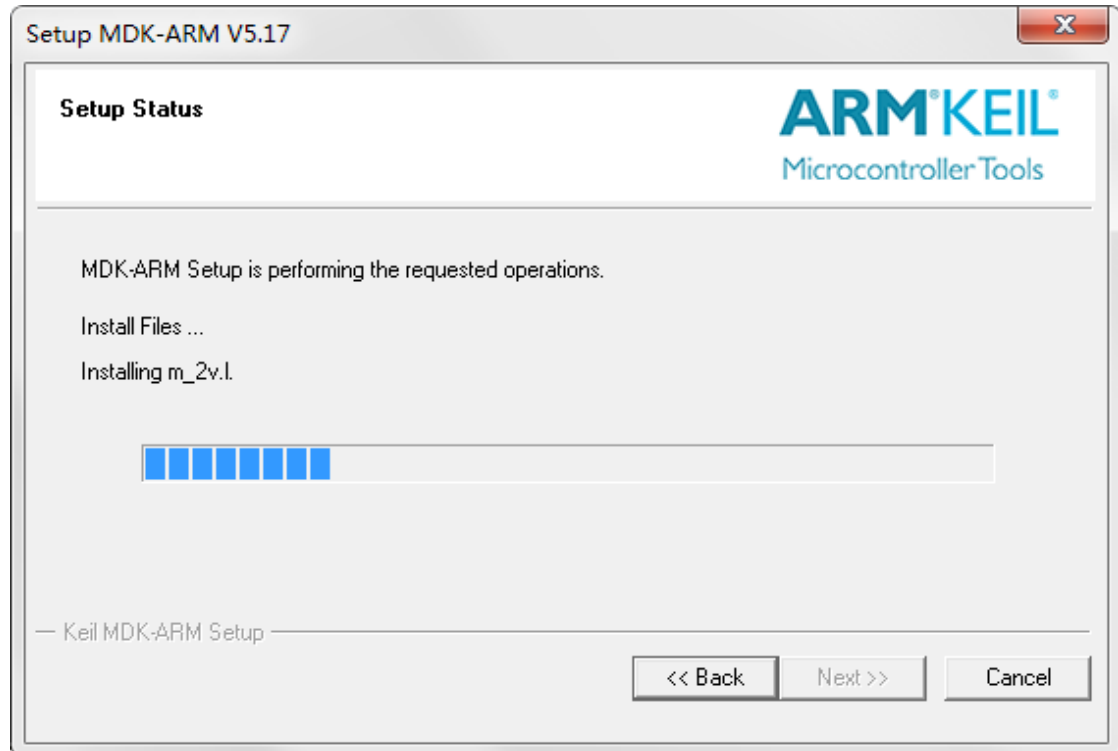

图 2.9 MDK-ARM 安装进行中
- (5) 接下来，MDK-ARM 便开始安装。如图 2.9 所示。